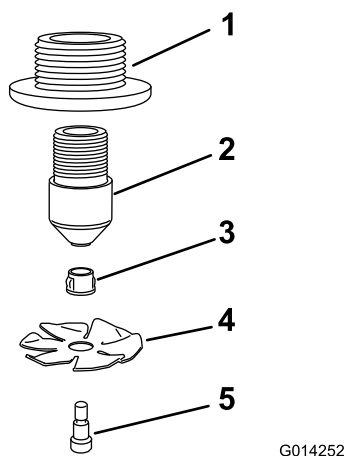

Рисунок 14
1. Соберите сопла, как показано на Рисунок 14.